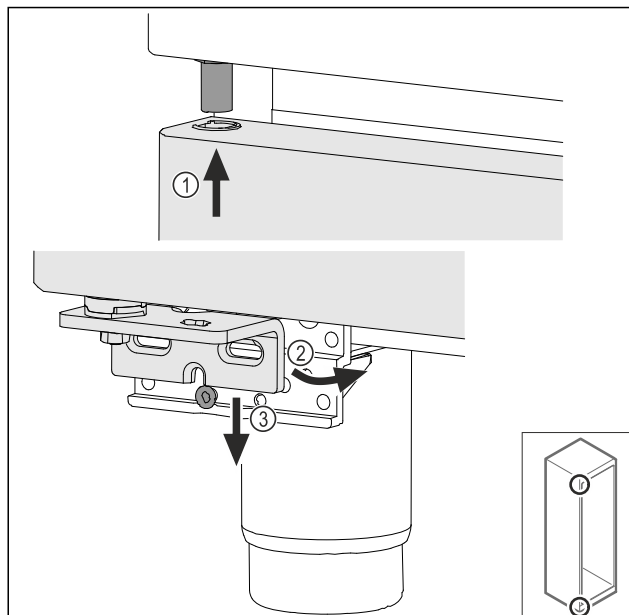

Fig. 43
- ▶ Inserire la porta leggermente inclinata in alto Fig. 43 (1), addezzare la porta Fig. 43 (2) e posizionarla in basso sulla vite del blocco di supporto Fig. 43 (3).